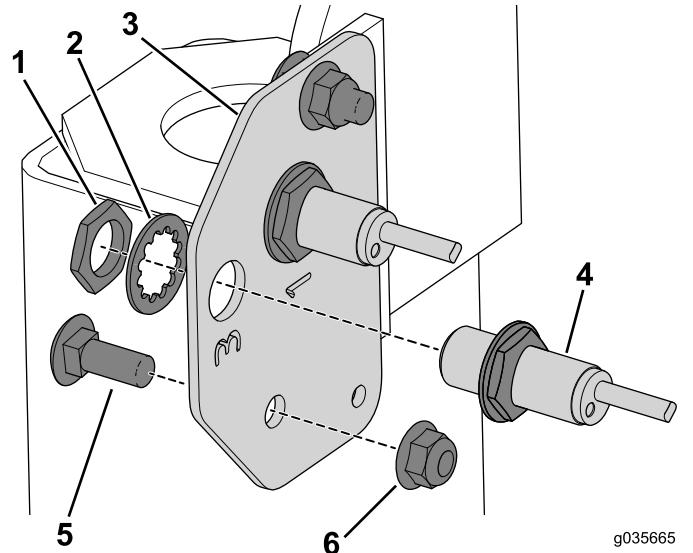

Bild 17
- Befestigen Sie die vorher entfernten Initiatorsensoren mit den Befestigungsmuttern und Scheiben an der rechten Sensorplatte (Bild 17).
- Befestigen Sie die rechte Sensorplatte mit zwei Schlossschrauben ($\frac{3}{8}$ " x 1") und Bundmuttern an der Maschine (Bild 17).